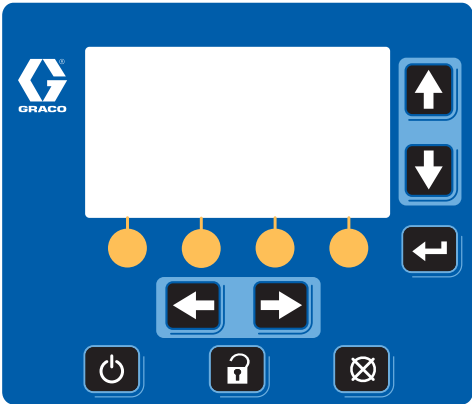

图 8：显示模块
- 显示模块 (G)。仅限安装在柱塞 A 上。提供运行模式状态屏幕、设置屏幕和控制键。见第 14 页的图 8。